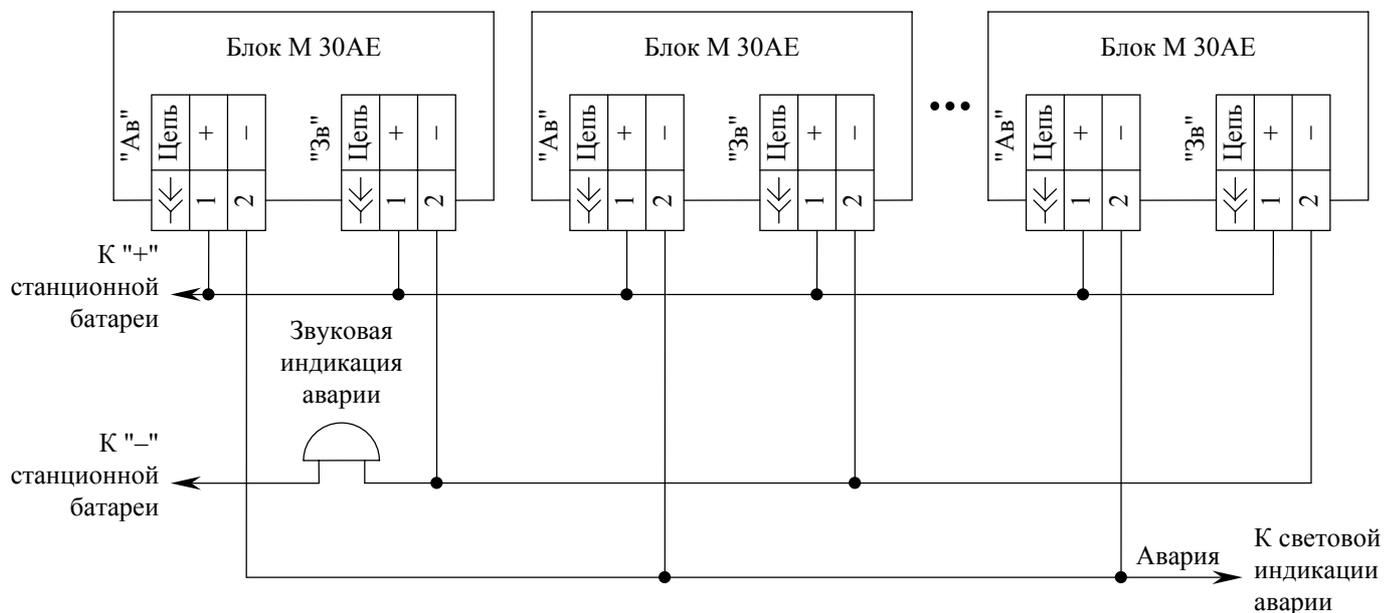

Рис. 3
7.7. Выполнить монтаж внешних индикаторов аварий согласно рис. 3. При использовании лампы сигнализации аварии подключите ее к проводу "Авария" и минусовому полюсу источника питания.
Для вывода аварийной сигнализации на действующий транспарант ТСП-01 системы ИКМ-04 отсоедините кабельную вилку от розетки Х3 транспаранта ТСП-01, включите в разрыв "Тройник для ТСП-01" СМ6.640.004 (далее тройник) из комплекта принадлежностей. Припаяйте провод "Авария" (см. рис. 3) к ответной части соединителя "КС" тройника к контакту 3, для вывода сигнализации на лампу оперативной сигнализации ЛО, или к контакту 2, для вывода на